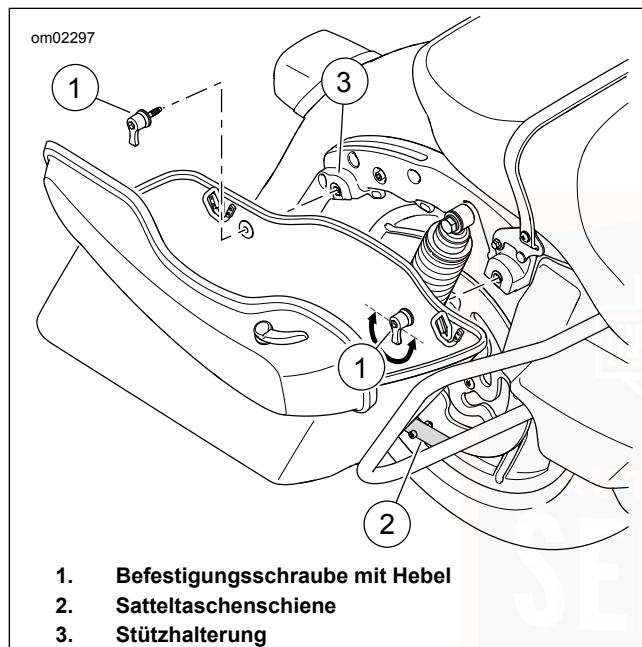

Abbildung 57. Ausbau/Einbau der Satteltasche
2. Siehe Abbildung 57. Die Hebel der Befestigungsschrauben gegen den Uhrzeigersinn drehen, um die Befestigungsschrauben von der Stützhalterung zu entfernen.
1. Siehe Abbildung 57. Die Satteltasche behutsam in die Einbaustellung auf der Satteltaschenschiene bringen. Die Befestigungstüllen an der Stützhalterung ausrichten.